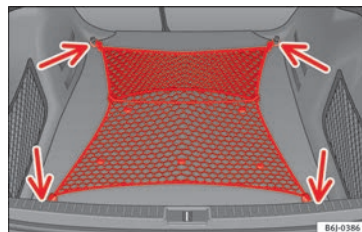

Fig. 119 Filet à bagages déployé.
- Accrochez le filet à bagages aux quatre œillets d'arrimage » **fig. 119** (flèches).